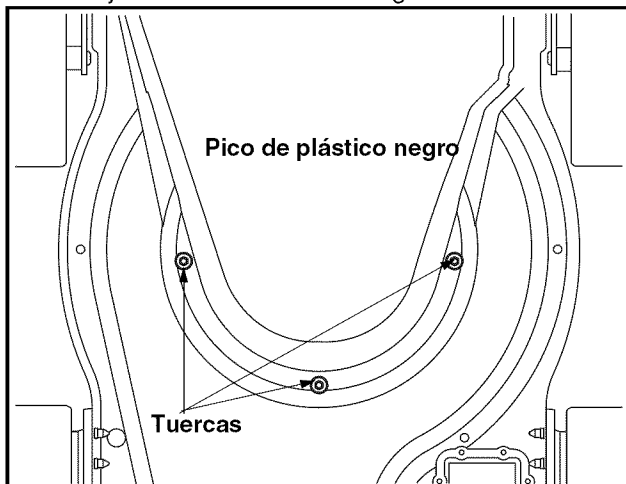

Figura 21
- Incline la unidad con cuidado y apóyela hacia arriba para obtener acceso por la parte inferior al material de montaje del pico y al motor. Retire las tres tuercas que aseguran el pico de plástico negro a la caja inferior. Consulte la Figura 21.